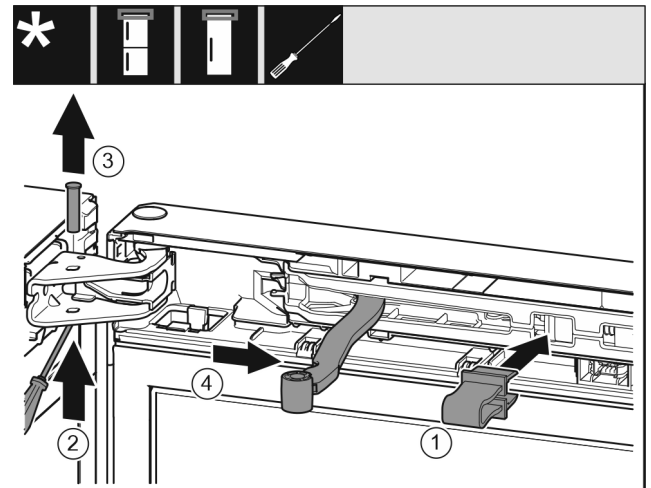

Fig. 10
- Pattintsa be a biztosítékot Fig. 10 (1) a nyílásba.
- Tolja ki a csapszeget Fig. 10 (2).
- Vegye ki felfelé a csapszeget Fig. 10 (3).
- Forgassa az ajtó irányába a csuklót Fig. 10 (4).